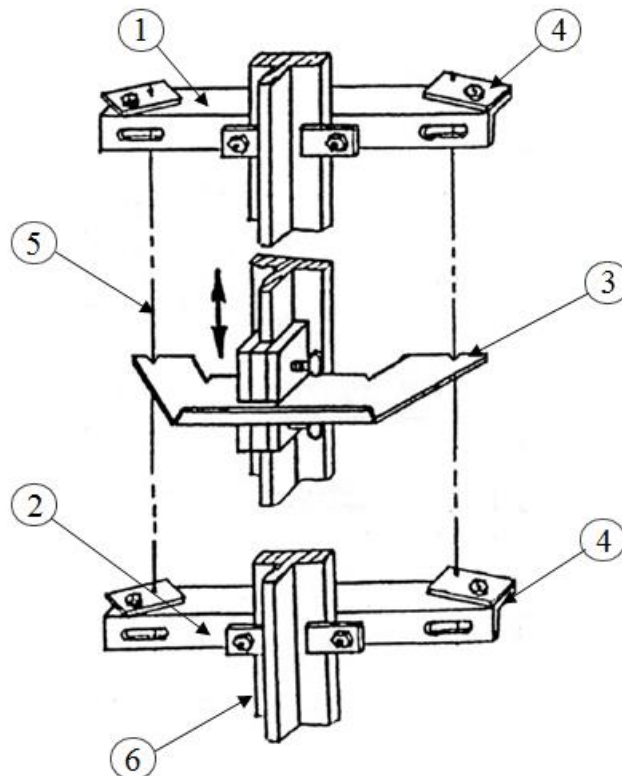

рис.9.2
5.6.1 Закрепить кронштейны и шаблон для регулировки вертикальности направляющих (в комплект поставки не входит) к подошве, на уровне (напротив) кронштейнов крепления направляющих кабины и противовеса, (см. рис. 9.2);